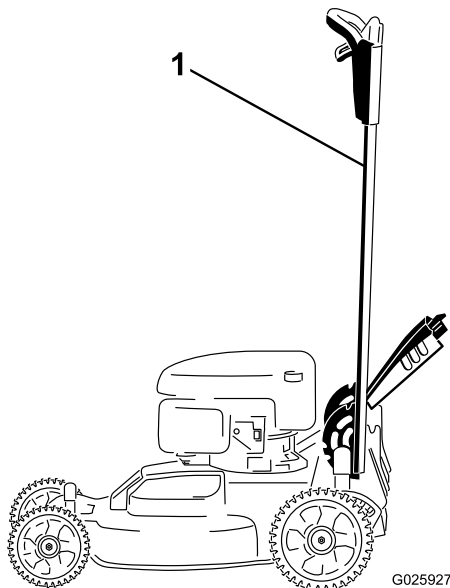

Figura 37
1. Bloquee el manillar en la posición vertical (Figura 37); consulte Ajuste de la altura del manillar (página 11).